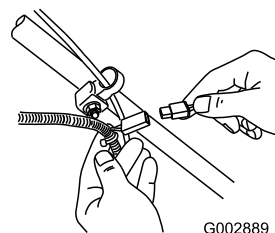

Рисунок 38
1. Подсоедините зарядное устройство к жгуту проводки газонокосилки, расположенному под ключом зажигания (Рисунок 38).